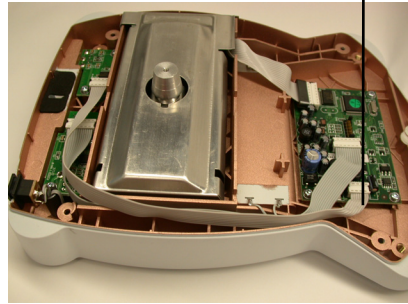

Figura 2D.
8. Conecte el cable de la PCB en, a) la PCB USB, y, b) en el conector CN6 en la tarjeta para PC principal en la parte anterior de la balanza (vea la Figura 2D). Corra el cable PCB hacia el lado izquierdo del gabinete inferior.